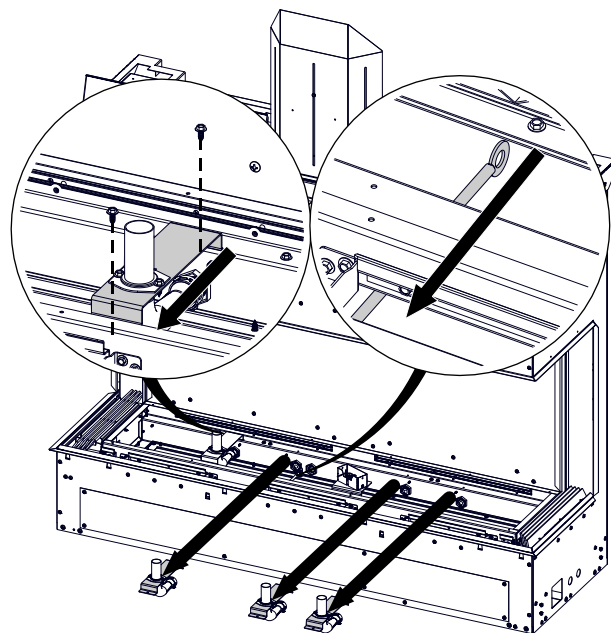

Fig. 1
4. Retirez les 2 vis qui fixent chaque support de venturi et tirez-les vers l'avant pour les dégager des gicleurs. **(Fig. 1).**
5. Poussez la tige de réglage du volet d'air vers l'avant **(Fig. 1).**